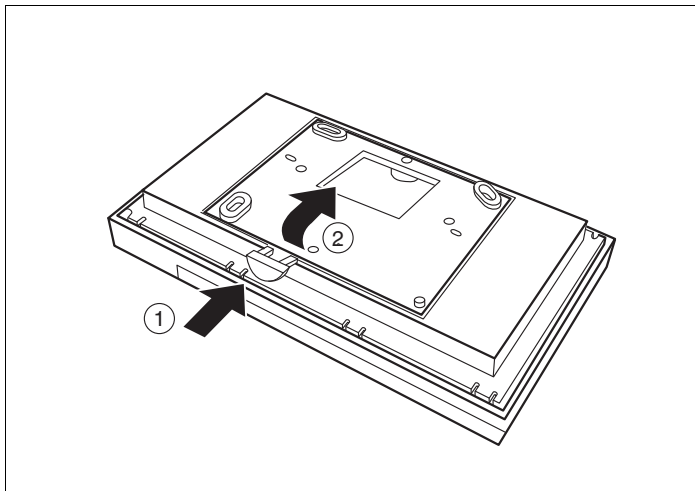

Рис. 2 Снять пульт управления с монтажной пластины
- Нажать деблокирующую кнопку на нижней стороне монтажной пластины (рис. 2, поз. 1).
- Снять монтажную пластину по направлению стрелок (рис. 2, поз. 2).